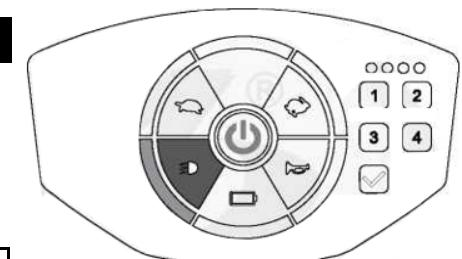

Figure 12
- 버튼을 다시 누르면 패널에서 [💡] 표시등이 꺼집니다.(Figure 12)